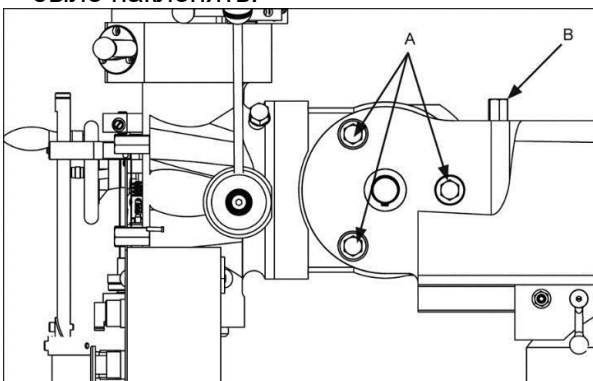

Рисунок 17 (Показан JTM-949LTS)
- а. Ослабьте три зажимных болта переходника консоли (А, Рис. 17). Достаточно ослабить болты на пол-оборота, чтобы фрезерную головку можно было наклонять.